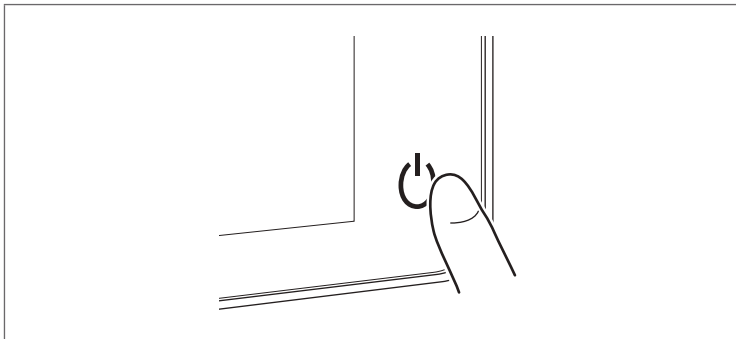

Figura 5.2
2. Țineți apăsat comutatorul Pornit/În așteptare din partea dreapta-jos a panoului frontal timp de 2 până la 3 secunde (Figura 5.2).